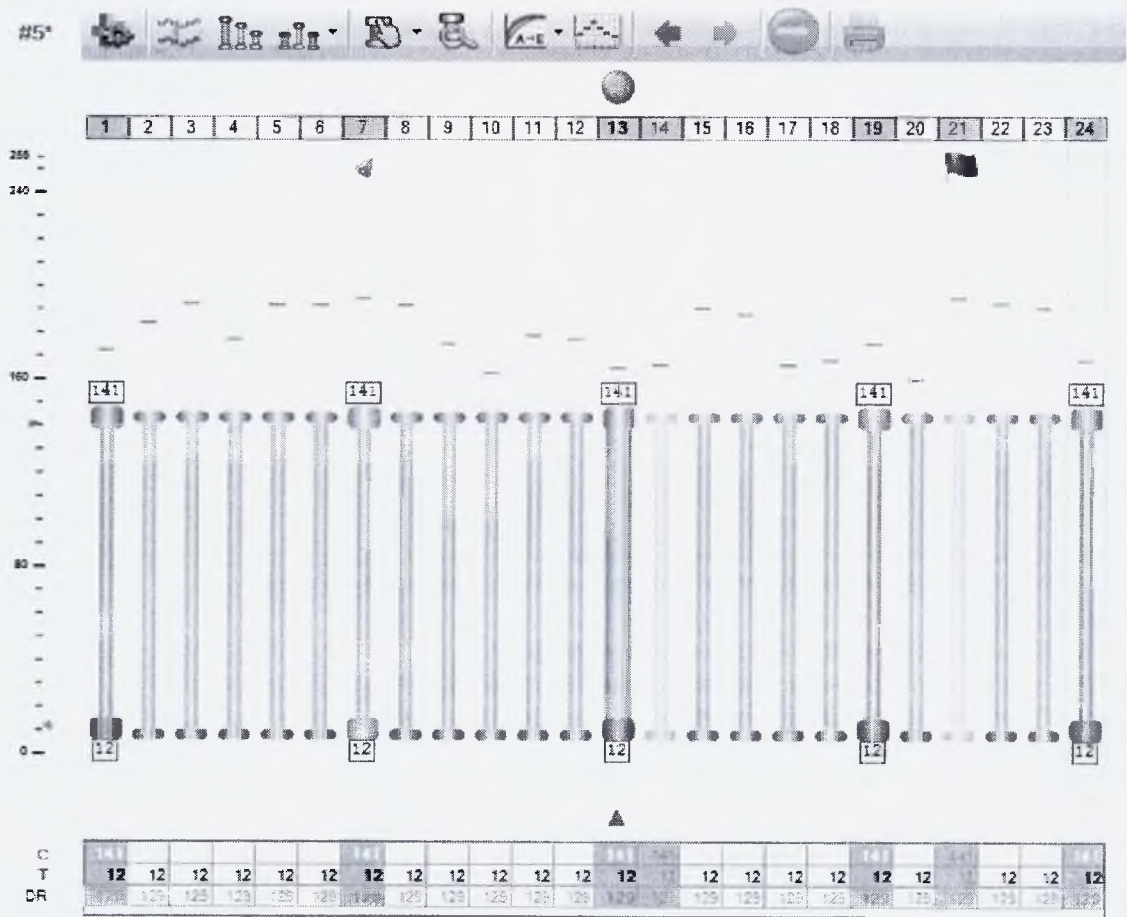

Рис. 3.21. Интерфейс настройки другой программы
4) При программировании программы пользователь может выполнить настройку акустико-электрического коэффициента картирования, отключить и включить адаптивную саморегулировку входного сигнала, синхронную регулировку и настройку порогового и комфортного значения, регулировку усиления и печать отчета, как показано на значке в верхней части рис. 3.21.